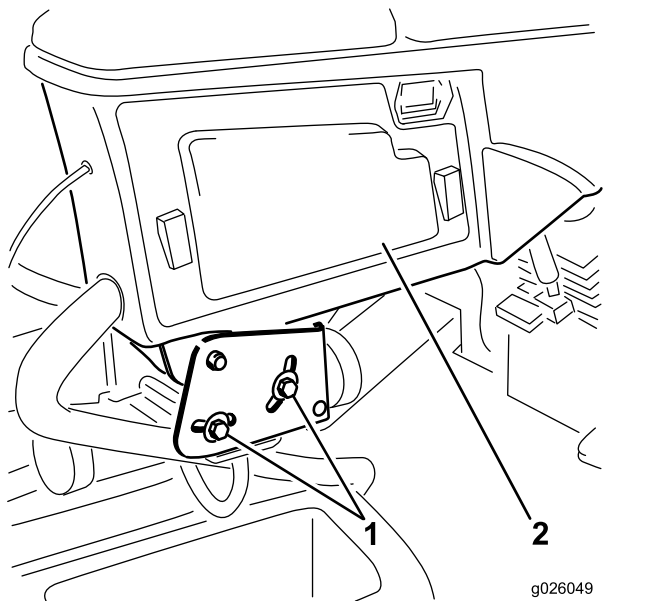

図 1
4. コントロールアームをシートマウントに固定している2本の調整ねじを外す (図 1)。コントロールアームを外して慎重に脇に置く。
5. 先ほど外したコントロールアーム調整ボルト2本を使用して、コントロールアームを取り付ける 図 1。必要に応じて調整する。
6. コントロールアームにアクセスパネルを取り付ける 図 1。